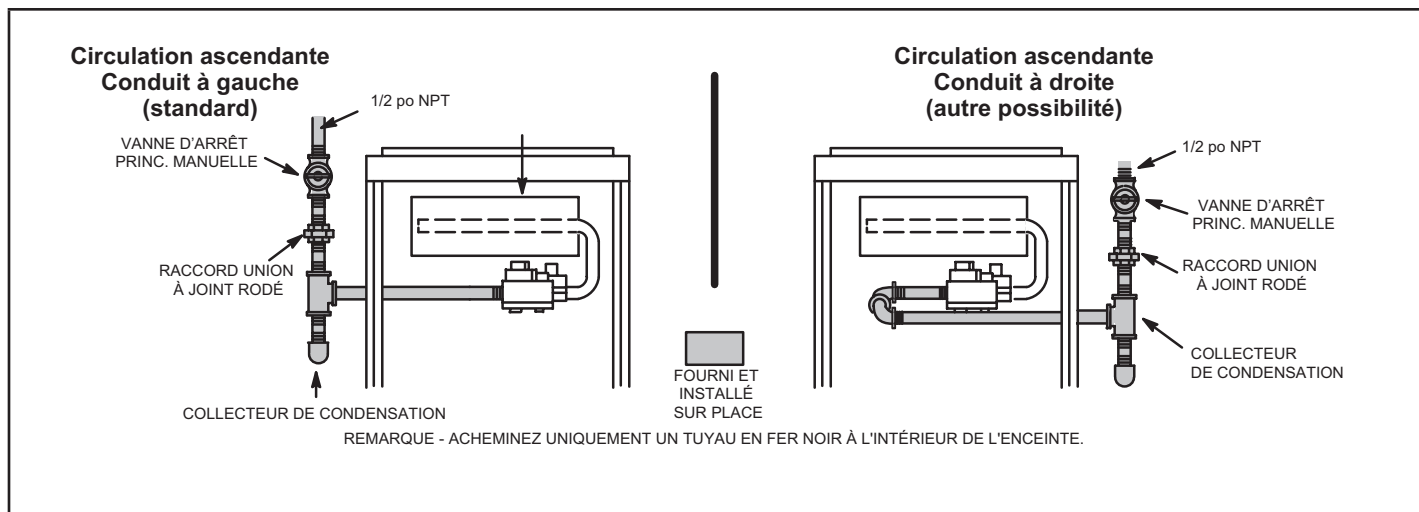
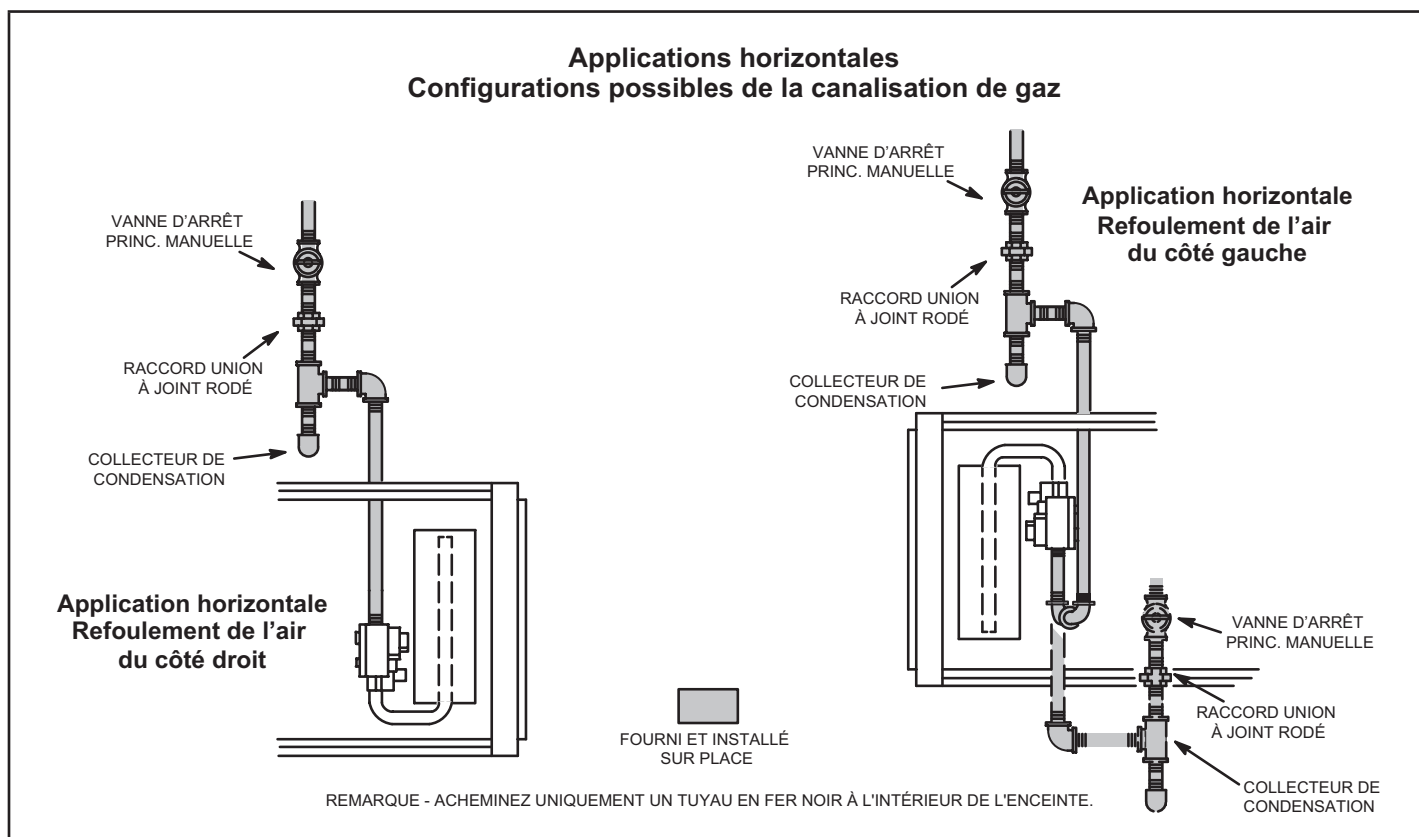

Figure 55
Figure 56
- 1 - La canalisation de gaz peut pénétrer dans l'unité par le côté droit ou le côté gauche. La canalisation d'alimentation entre dans la vanne de gaz par le côté, comme illustré à la figure 55. Connectez la canalisation de gaz sur la vanne. La canalisation de gaz doit être serrée à un couple minimum de 350 lb-po et un maximum de 800 lb-po sur la vanne de gaz.
- 3 - La canalisation de gaz ne doit pas traverser les conduits d'aération, les chutes à linge sale, les cheminées ou conduits d'évacuation de gaz, les monte-plats ou les cages d'ascenseur. Centrez la canalisation de gaz dans l'ouverture. La canalisation de gaz ne doit pas toucher le côté de l'unité. Reportez-vous à la Figure 55 et à la Figure 56.